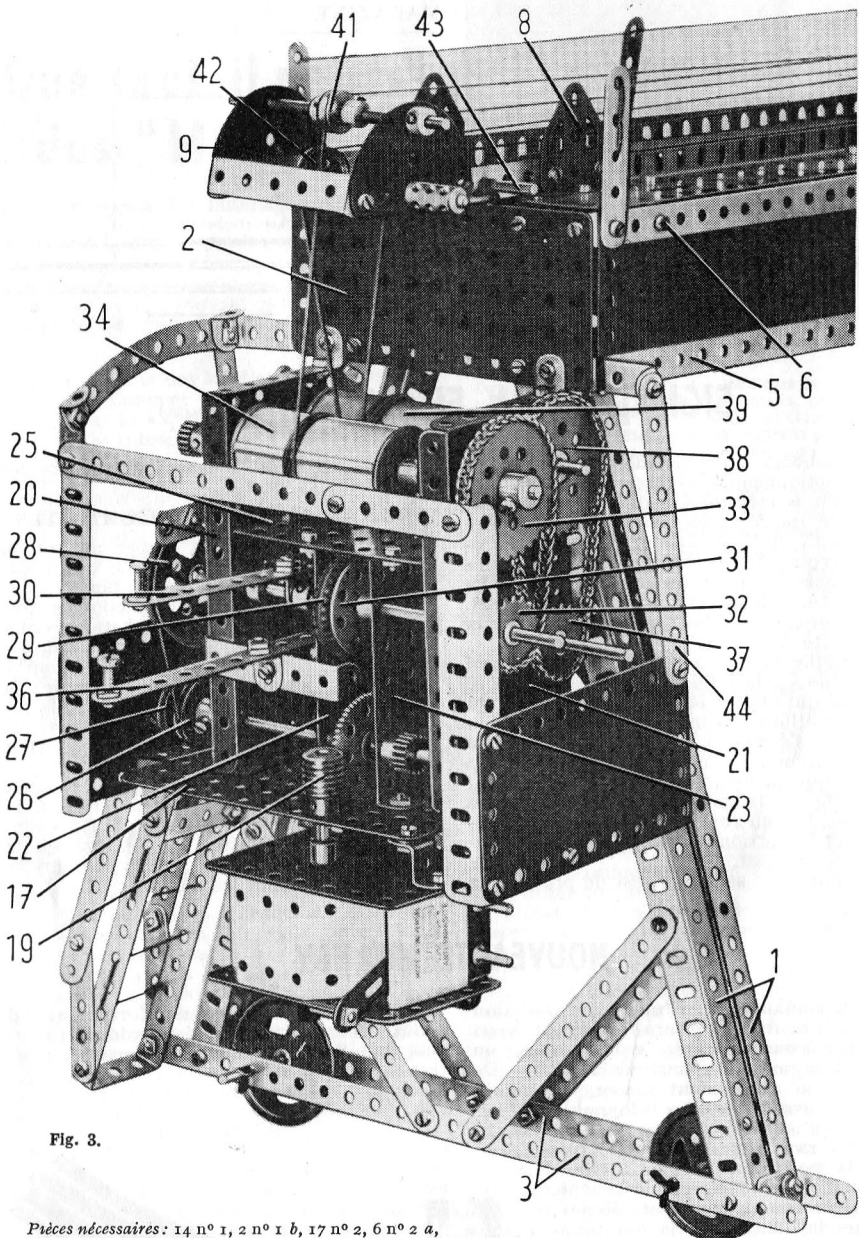

Fig. 3.
Le moteur et les mécanismes (fig. 3).
Deux plaques à rebords de 14×6 cm. (20) et (21) et deux de 9×6 cm. (22) et (23) sont boulonnées verticalement sur la plaque (17) comme le montre la figure 3. Un des angles supérieurs des plaques (20) et (21) est relié à la plaque (2) extérieure par des équerres. Ces deux plaques sont réunies, côté portique, par une plaque sans rebords de $11,5 \times 6$ cm. (24) (fig. 1). Une autre plaque de $11,5 \times 6$ cm. (25) est boulonnée sur les rebords supérieurs des plaques (22) et (23) dont elle assure la tenue en s'encastrant exactement entre les plaques (20) et (21).
La cabine a été démontée sur la figure 3, afin de montrer le mécanisme. Chacun de ses côtés est formé par une cornière de 11 trous et une plaque flexible de 11,5 × 6 cm. Cette plaque porte à son angle supérieur une bande de 9 trous (44). La bande (44) est reliée à la cornière de 11 trous par une bande incurvée épaulée de 10 cm. que prolonge un support plat et à l'extrémité d'une des bandes (5) du portique par une équerre renversée de 25 mm. Les cornières de 11 trous sont réunies à leur extré-